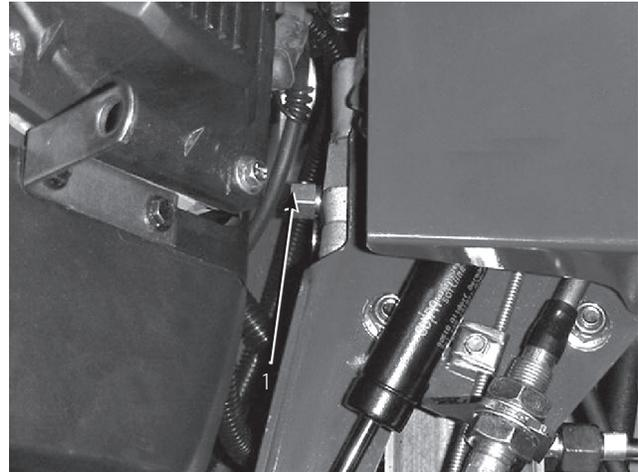

図 31
2. レンチ (5/8") を使ってバイパス・バルブ (図31) を左回りに 1 回転させる。これにより油圧オイルがバイパスされて、手引きや手押しによる移動が可能になる。
バイパス・バルブ (図31) を右に 1 回転させてください。